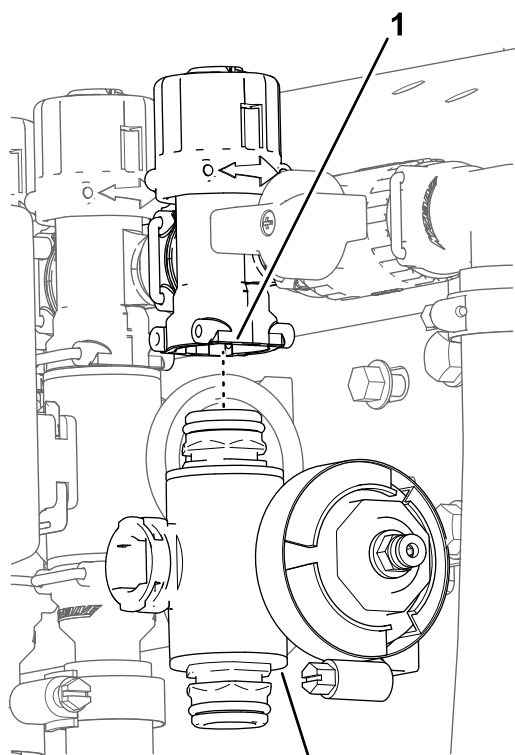

Figura 121
3. Para as válvulas de secção da rampa esquerda ou direita, retire os parafusos de cabeça flangeada e as porcas flangeadas que prendem a(s) válvula(s) de secção à montagem da válvula e retire o(s) coletor(es) da válvula da máquina; para a válvula de secção central, retire o coletor da válvula de secção da máquina (Figura 121).